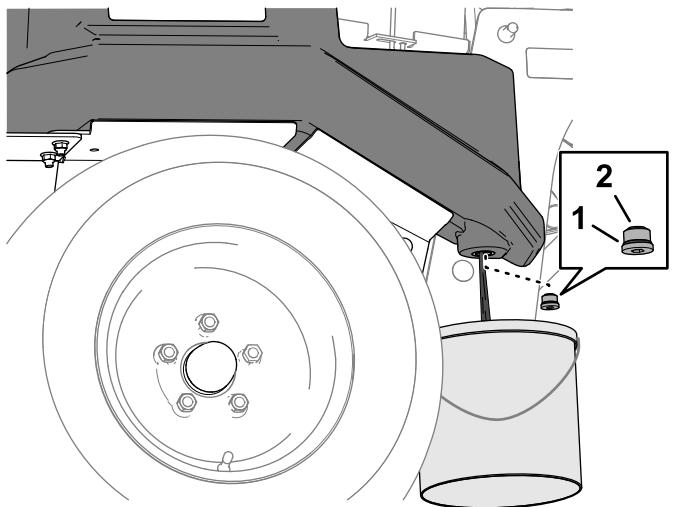

Figura 95
3. Coloque un recipiente de vaciado con capacidad para 30 litros (8 galones US) o más debajo de la esquina delantera del depósito hidráulico (Figura 95).